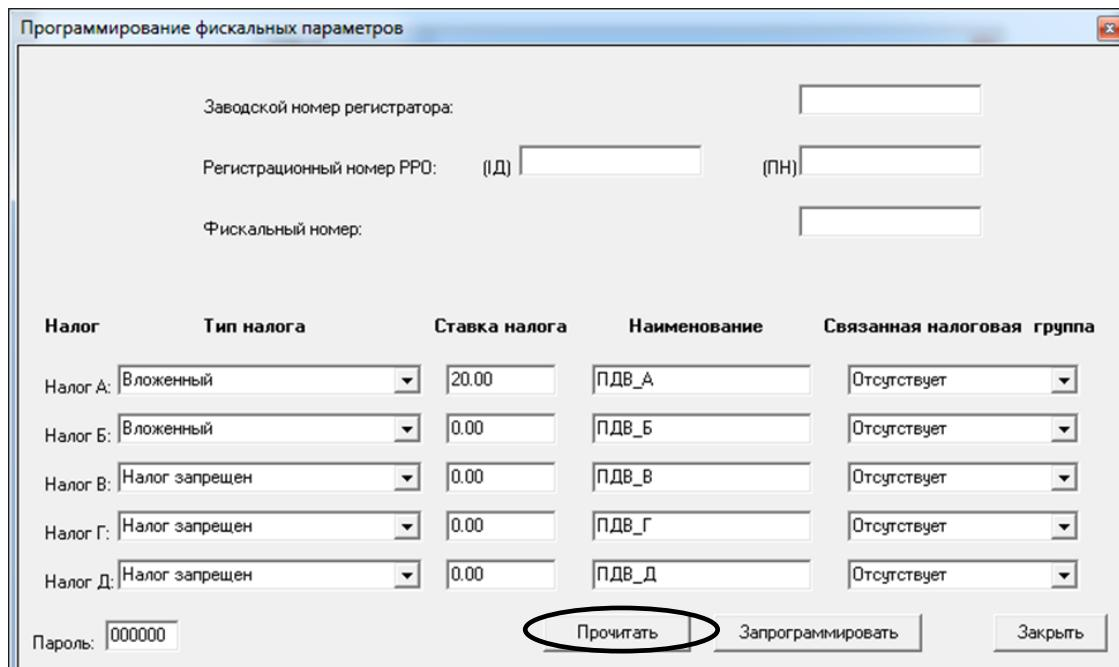

Рисунок 19
5.5 З'явиться вікно «Программирование фискальных параметров». Натиснути на кнопку «Прочитать» (рисунок 19).